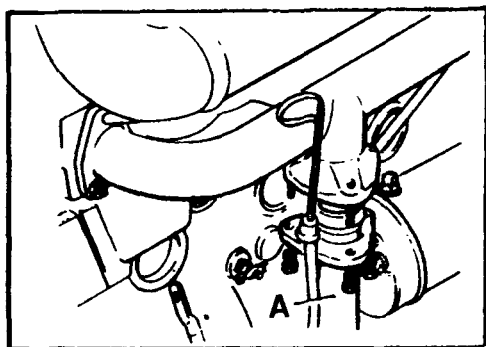

Fig. A1-2 Desmontaje del tubo de escape
a) Tubería de escape delantera, A (Fig. A1-2) de su unión al colector de escape.